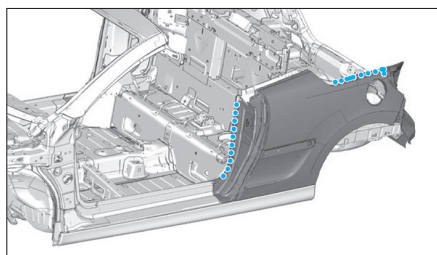
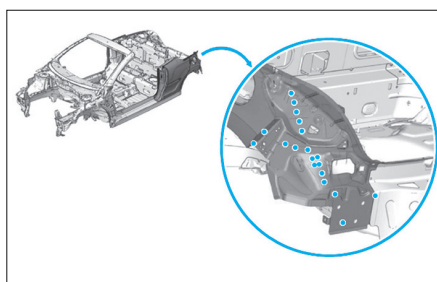
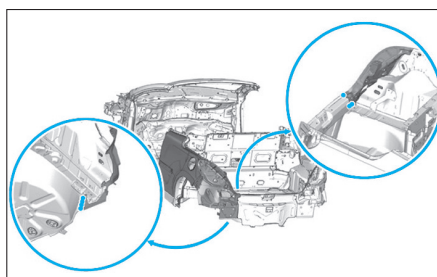

FIG. 78
FIG. 79
FIG. 80
- Souder l'aile arrière comme illustré (Fig.78), (Fig.79) et (Fig.80).